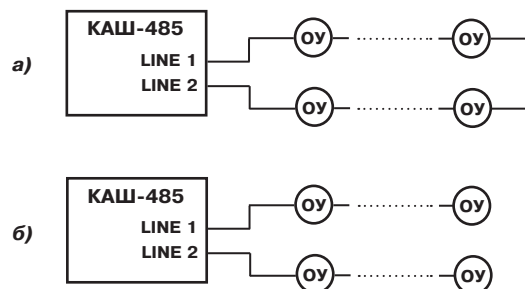

Рисунок 4 – Структурная схема подключения АШ
* В этом режиме не допускается подключать АШ по схеме рис. 4а)